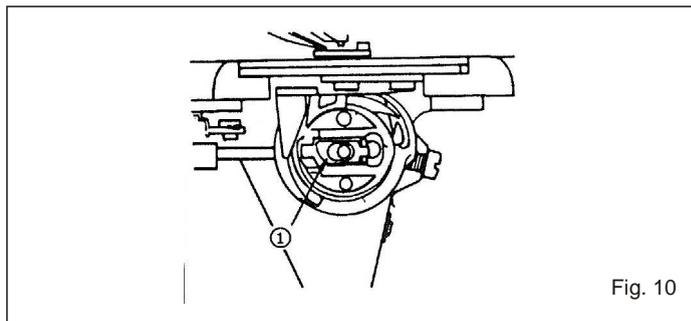

Fig. 10
8. COLOCAÇÃO/REMOÇÃO DA CAIXA DE BOBINA (Fig.10)